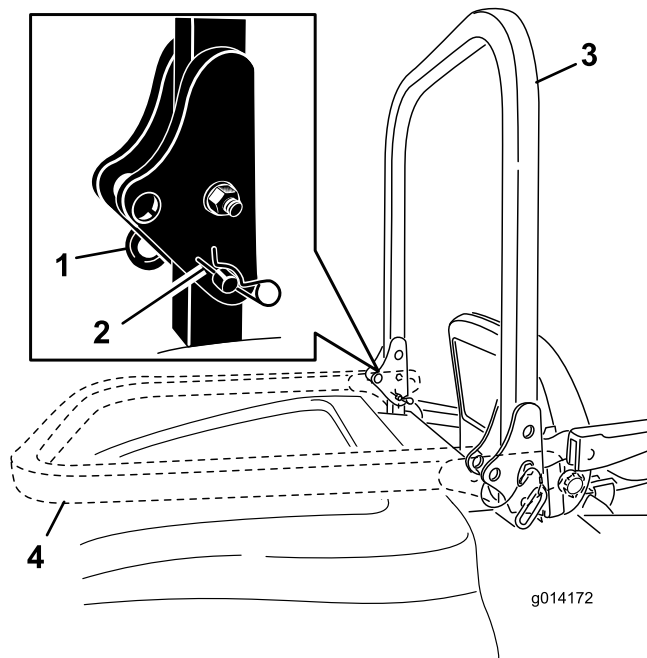

Bild 12
1. Nehmen Sie zum Absenken des Überrollbügels die Splints ab, drücken Sie den Überrollbügel nach vorne gegen die Federn und nehmen Sie die beiden Stifte ab (Bild 12).
2. Senken Sie den Überrollbügel ab (Bild 12).
3. Setzen Sie die zwei Stifte ein und befestigen Sie diese mit den zwei Splints (Bild 12).
4. Nehmen Sie zum Aufrichten des Überrollbügels die Splints ab und entfernen Sie die beiden Stifte (Bild 12).
5. Richten Sie den Überrollbügel ganz auf und setzen Sie die beiden Stifte ein. Befestigen Sie die Stifte mit den Splints (Bild 12).